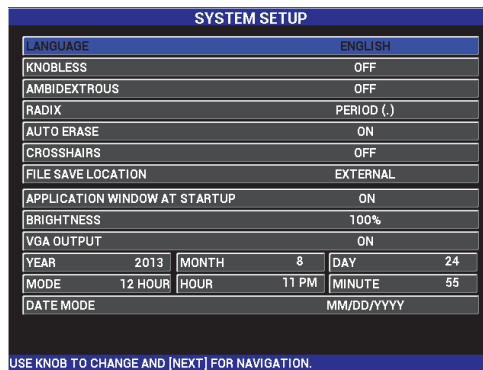

Abbildung 4-8 Fenster SYSTEMKONFIG.
1. Drücken Sie zweimal die Menütaste ADV SETUP () und dann die Funktionstaste B, um das Fenster **SYSTEMKONFIG.** aufzurufen (siehe Abbildung 4-8 auf Seite 90).